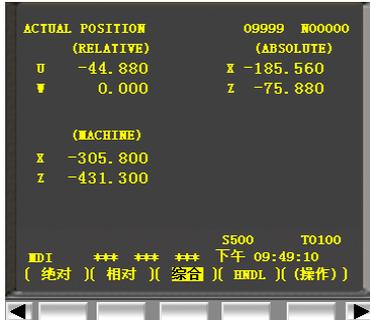
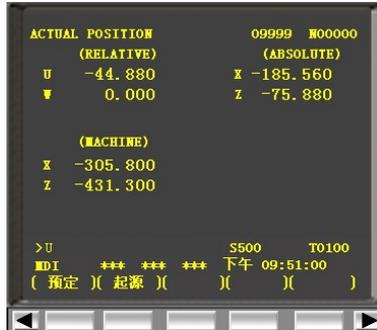

图 2.8
图 2.9
- ①将模式置于  方式，按  按钮，用外圆车刀试切一段外圆，后刀具推到靠近端面处，按  键进入坐标显示窗口（图 2.8），按软键【相对】，再选择字母键U，这时U坐标出现在输入栏（图 2.9）。按软键【起源】置Z轴“零”，测量工件外圆后，按